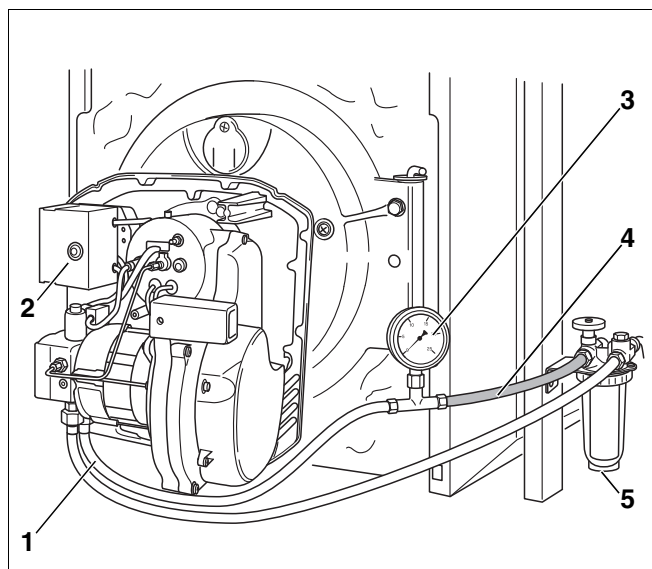

Abb. 28 Ölfilter, Vakuummeter und transparenter Schlauch
- Vakuummeter (Abb. 28, **Pos. 3**) mit transparentem Schlauch (Abb. 28, **Pos. 4**; Zubehör), wie in Abbildung 28 dargestellt, zwischen Ölfilter (Abb. 28, **Pos. 5**) und Ölsaugleitung (Abb. 28, **Pos. 1**) montieren.
- Ölfeuerungsautomaten (Abb. 28, **Pos. 2**) vom Sockel abziehen.
- Blasenfreiheit des angesaugten Öls über den transparenten Schlauch (Abb. 28, **Pos. 4**) kontrollieren.
- Ölabsperrhahn am Ölfilter (Abb. 28, **Pos. 5**, Seite 24) schließen und transparenten Schlauch (Abb. 28, **Pos. 4**, Seite 24) mit Vakuummeter (Abb. 28, **Pos. 3**, Seite 24) demontieren.
- Ölansaugleitung (Abb. 28, **Pos. 1**, Seite 24) an den Filteranschluss des Ölfilters (Abb. 28, **Pos. 5**, Seite 24) anschrauben.
- Ölabsperrhahn am Ölfilter (Abb. 28, **Pos. 5**, Seite 24) öffnen.